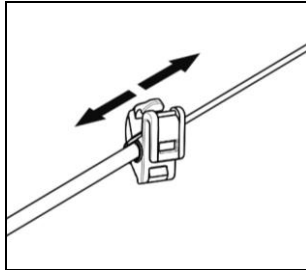

Fig. 25
- Ajustar el micrófono (Fig. 25).